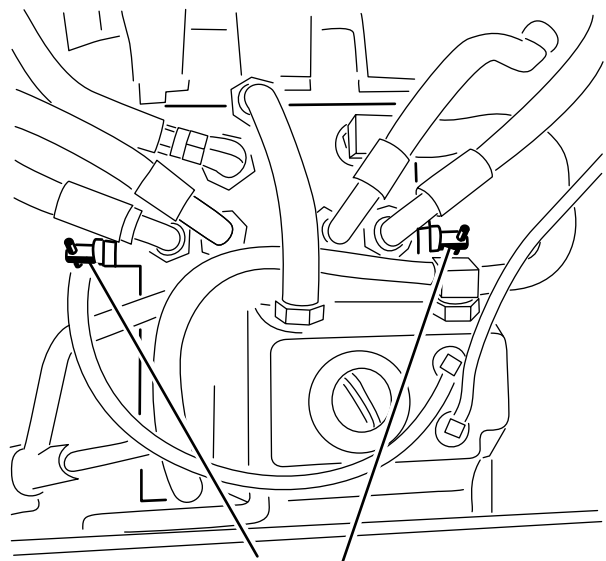

Figura 38
3. Gire las válvulas de desvío una vuelta en el sentido contrario a las agujas del reloj (Figura 38).
Gire cada válvula de desvío una vuelta en el sentido de las agujas del reloj y apriételas a mano (apriete de 8 Nm aproximadamente) (Figura 38).